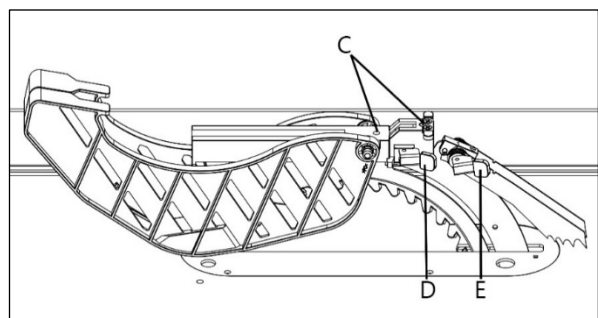

Рисунок 26.
- Опустите кожух на расклинивающий нож и прижмите защелки Е (рис. 26), чтобы закрепить кожух.
- Надавите на гребенку и прижмите защелки D и Е (рис. 26), чтобы закрепить.